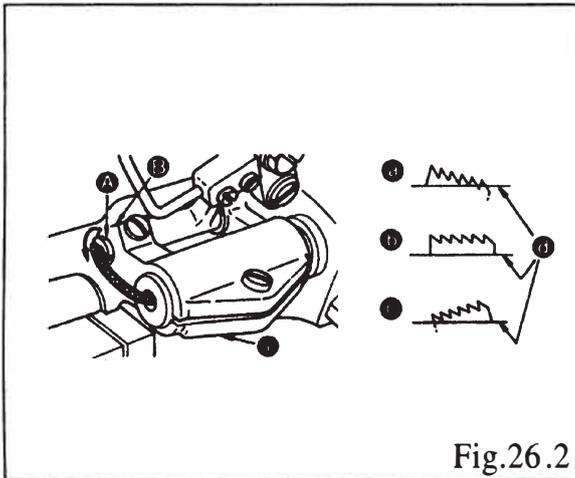

Fig.26.2
① Front up ② Standard ③ Front down ④ Throat plate
- 1) La inclinación estándar (horizontal) de los dientes de arrastre se obtiene cuando el punto del marcador ① en el eje de la barra de alimentación está alineado con el marcador ② en el balancín de alimentación ③.
21.2. INCLINAR LOS DIENTES DE ARRASTRE (FIG. 26.2) (BORDE RECTO)